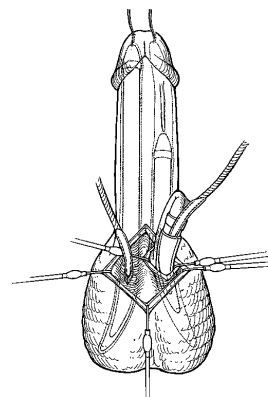
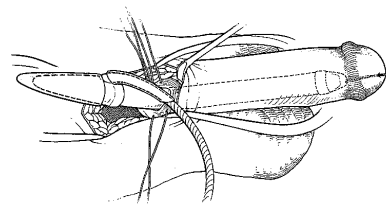

Figure 4-14a. Méthode pénoscrotale : Pose des cylindres
Figure 4-14b. Méthode infrapubienne : Pose des cylindres
15. Repliez le cylindre sur lui-même, et poussez l'extrémité proximale du cylindre dans le prolongement du corps caverneux tout en étirant délicatement le pénis en direction distale (**figure 4-14a, figure 4-14b**). On peut également placer la partie en forme de U de l'instrument proximal à la jonction entre la tubulure de sortie et le cylindre, et se servir de l'instrument pour pousser l'extrémité proximale du cylindre dans le prolongement du corps caverneux tout en étirant délicatement le pénis en position distale. Le côté plus aplati de l'instrument doit être dirigé vers le cylindre.